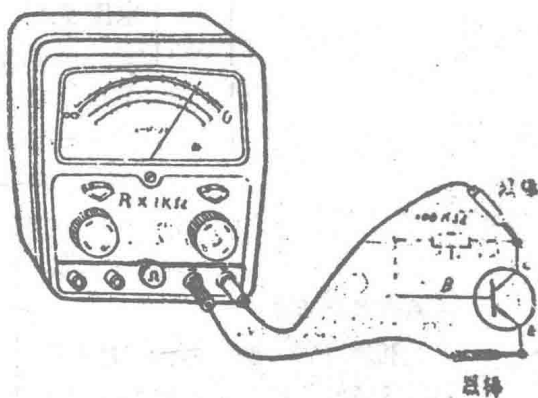

图 1-3
### (1) $I_{CEO}$ 和 $\beta$ 的粗测：（见图1-3）